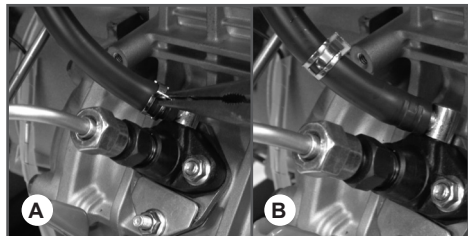

Рис. 9 Хомут топливного шланга
2. Сожмите плоскогубцами хомут топливного шланга со стороны топливного насоса (Рис. 9А) и сдвиньте хомут в сторону (Рис. 9В).
4. Рычаг включения двигателя на панели рычагов (Рис.9) переведите вправо до щелчка (фиксации в положении «Работа»).